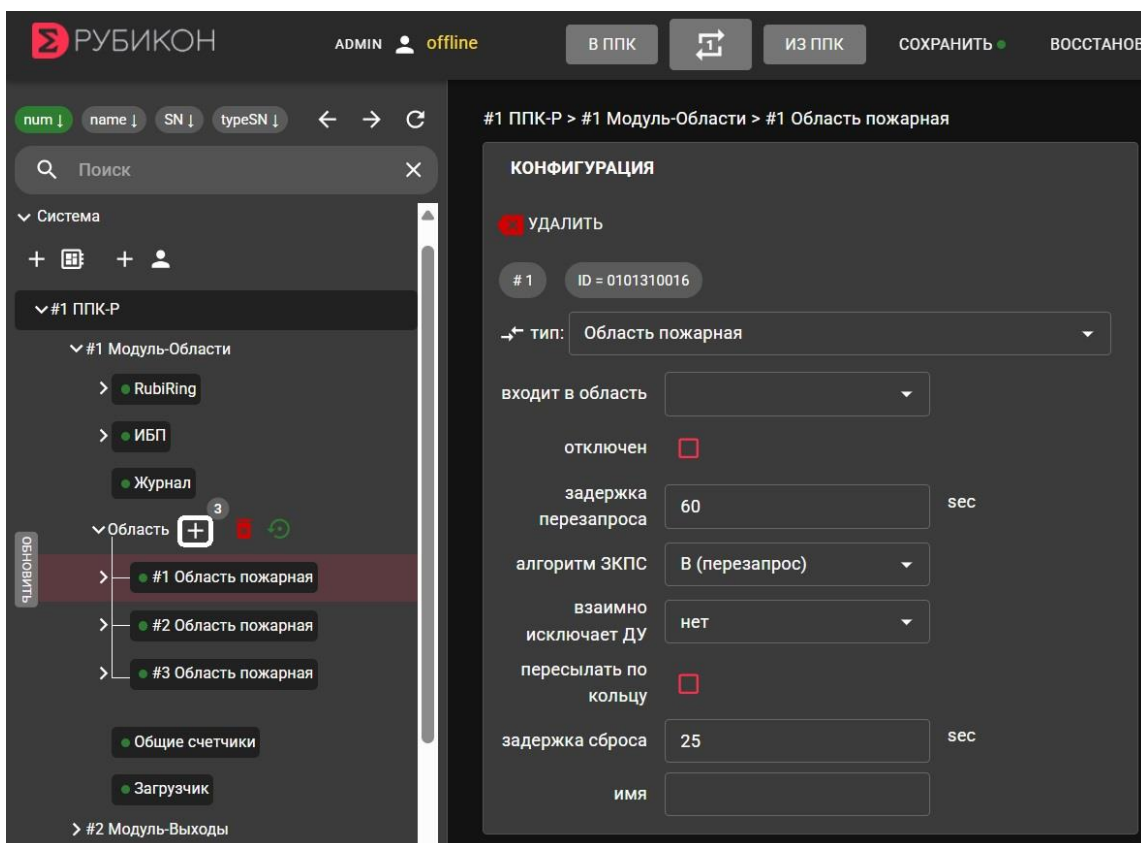

Рисунок 78
6. Перейти в **модуль #1 Области**. Добавить заранее определенное проектом количество «Областей» (с помощью кнопки **+**, Рис. 78) и настроить их (выбрать тип Области, алгоритм ЗКПС и т. д.).